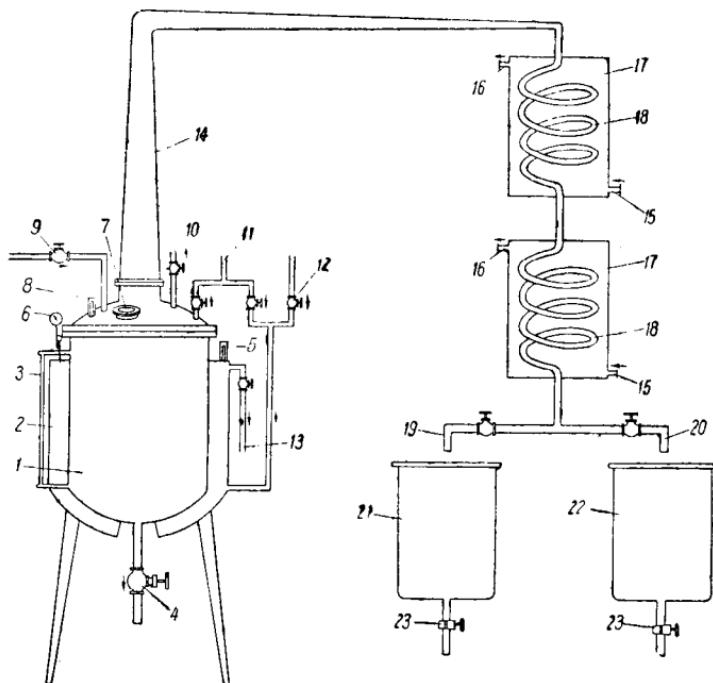

图 4
(2) 水汽蒸馏设备：水汽蒸馏的设备包括蒸馏锅、冷凝器、粗单体贮槽(图4)。蒸馏锅尺寸为 $\phi 720 \times 780$ 毫米，容积250升，用铁板焊接而成，锅旁装有液面管、出水管、锅底有残液出